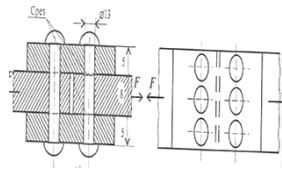

Рис. 2
1. Определите площадь сдвига каждой заклепки (рис.2)